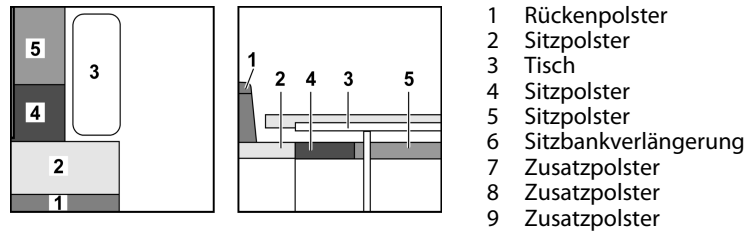

Bild 134 Vor dem Umbau
- Tisch (Bild 134,3) zum Bettunterbau umbauen (siehe Abschnitt 7.7).